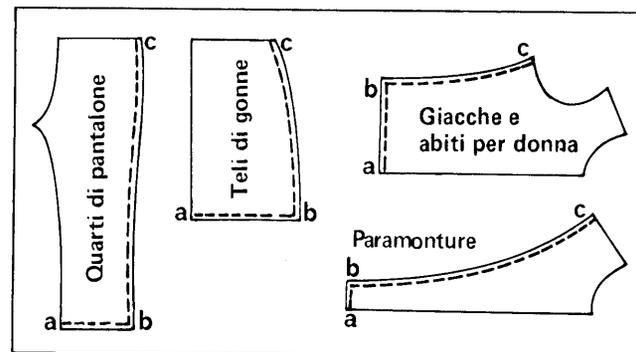

Fig. 11
2.2 – Surfilaratura di teli su due lati aventi lunghezza differenti (fig.11)